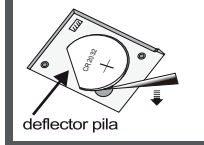

imagen 1
Condición 1: Abra el compartimento de la batería situada en la parte trasera. Imagen 1
A. Extraiga la pila usada con ayuda de un objeto punzante, tal y como se muestra imagen 1.